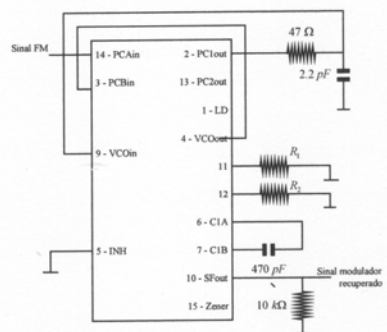

Figura 4 - Desmodulador de FM.
- Uma vez seleccionado o par R1 e R2 para o desmodulador, ligar o filtro RC passa-baixo, tal como ilustrado na Figura 4.